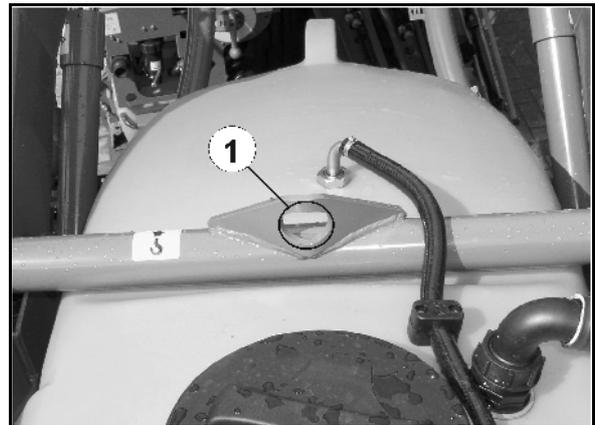

Fig. 93
- 3000 kg à l'arrière (Fig. 93)